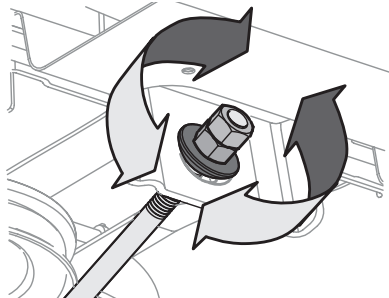

Figura 19
4. Para **eleva**r el frente de la plataforma, afloje la tuerca exterior y luego apriete (rosca hacia adentro) la tuerca contra el soporte de suspensión delantera (Figura 19). Cuando se logre el ajuste correcto, vuelva a apretar la tuerca exterior hasta 25-30 pies-libras (34-41 N-m).
5. Para **baja**r el frente de la plataforma, afloje la tuerca exterior y luego afloje (rosca hacia afuera) la tuerca, alejándola del soporte de suspensión delantera (Figura 19). Cuando se logra el ajuste correcto, vuelva a apretar la tuerca exterior.